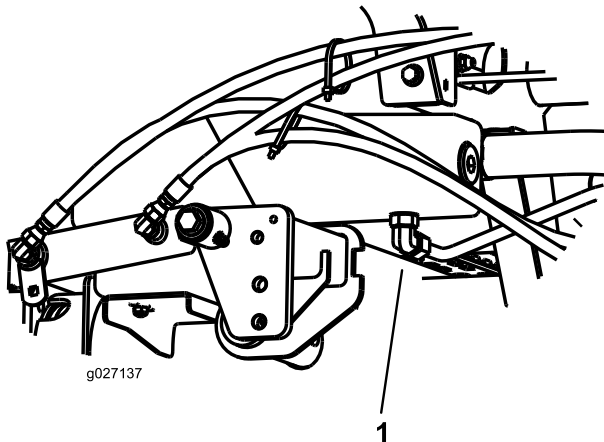

Рисунок 75
2. Установите большой сливной поддон под штуцер, расположенный в нижней части бака с гидравлической жидкостью (Рисунок 75).